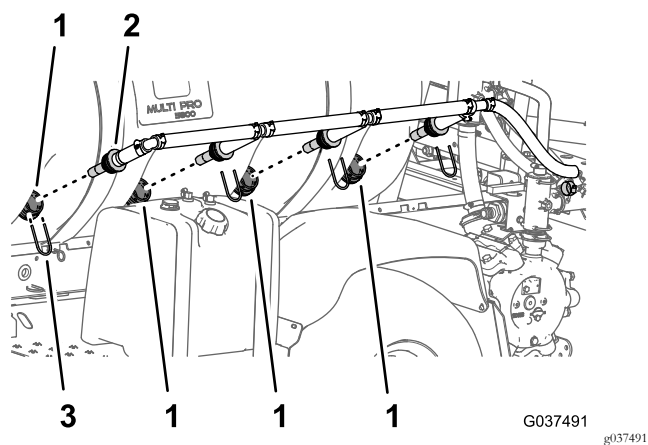

Figura 33
3. Na lateral do depósito, retire os quatro retentores que prendem os bicos de agitação à união do anteparo na parede do depósito (Figura 33).
5. Retire os bicos e tubos ligados da máquina (Figura 33).